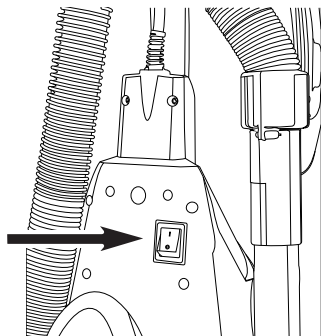

Fig. 3
1. Pour allumer l'aspirateur, mettez l'interrupteur situé à l'arrière de l'appareil en position (I). (Fig. 3)
2. Pour éteindre l'aspirateur, mettez l'interrupteur en position (O).